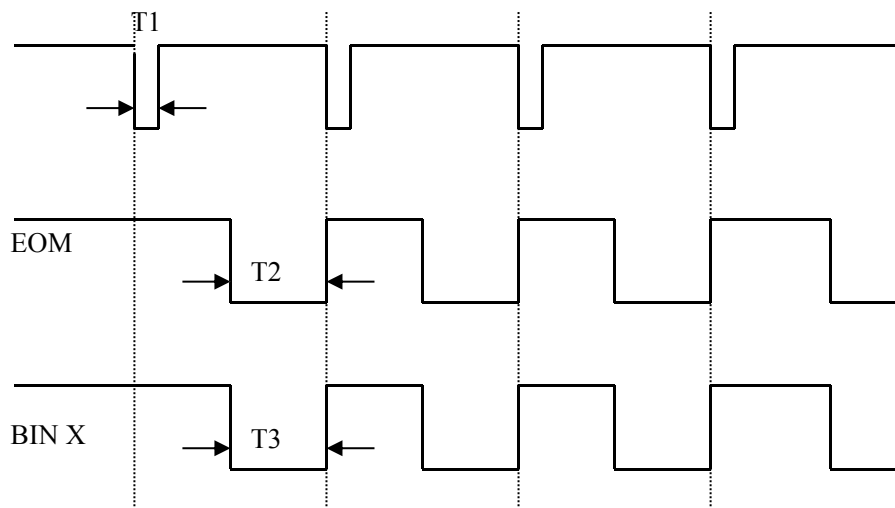

图 1：HANDLER 接口时序图
- 1>. TRIG 触发启动信号，如图 1 中 T1，低电平有效，脉宽约为 4—30mS。一个低电平触发信号只能测量一次，若一直为低电平信号，也只能测量一次。
- 2>. EOM 测量结束信号，如图 1 中 T2，低电平有效，为低时表示分选信号已有效，仅还未显示结果，为高时说明还在对器件进行测量。
- 3>. Bin X 分选输出信号，如图 1 中 T3，低电平有效，为低时表示分选信号已有效，为高时说明分选信号无效，每次测量时都置分选输出为高电平。